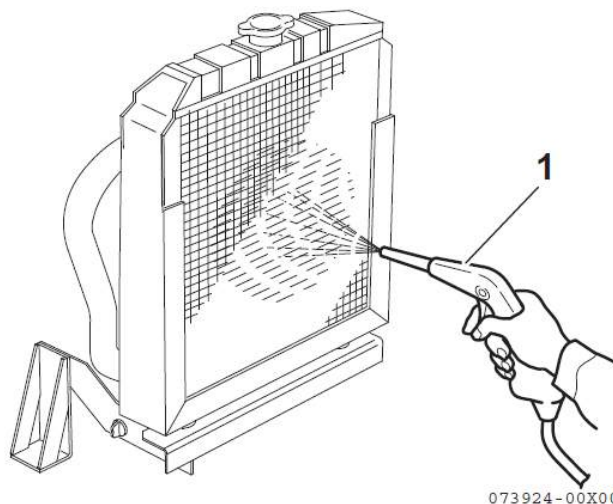

Рисунок 40
- Для удаления грязи и пыли с пластин и из радиатора продуйте его сжатым воздухом под давлением 0.19 МПа, (2 кгс/см²) или меньше (1, Рисунок 40). Проявляйте осторожность, чтобы не повредить пластины сжатым воздухом.